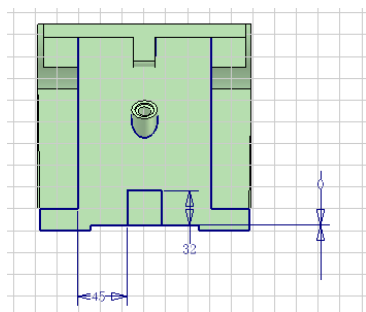

图 9-48 绘制拉伸草图
①选择出油孔所在的平面新建草图，单击【草图】标签栏【绘图】面板的【矩形】工具按钮，绘制一个矩形，使用【等长】约束工具使得矩形的边长相等而成为正方形，然后使用【尺寸】工具对图形进行标注，如图9-48所示。